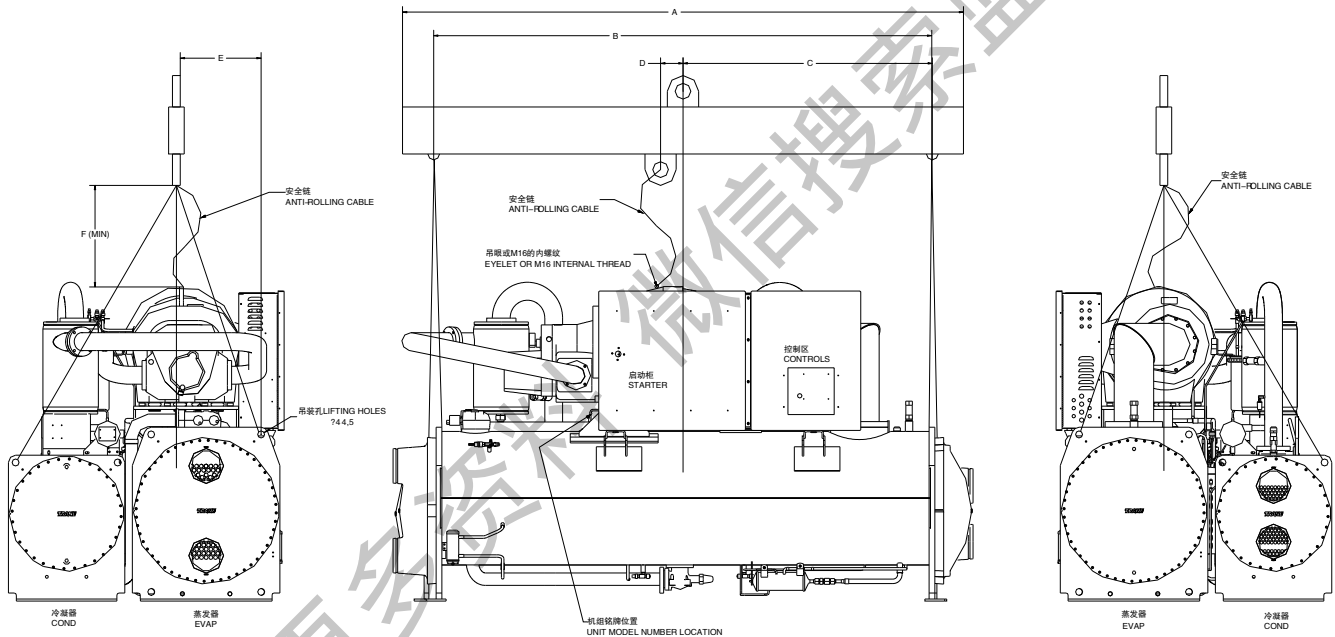

图6 机组吊装
- 2.正确吊装机组并起吊，或用千斤顶顶起机组，吊装点如图6所示。然后移除底座。
- 3.在机组上的吊运孔上装U形接头。如图6所示，起重链或缆绳接在U形接头上。每一根缆绳都要求能够单独承受冷水机组的重量。